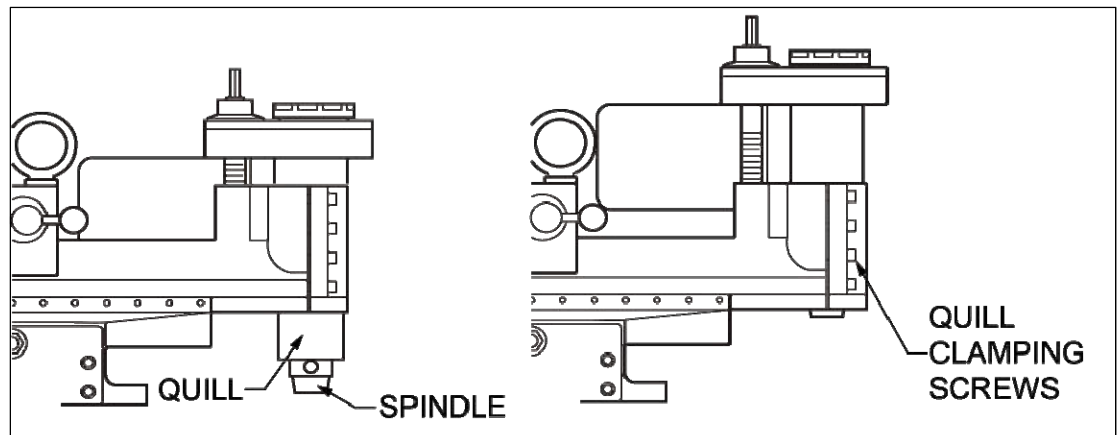

FIGURA 45 TORNILLOS WELDON DE SUJECIÓN DE LA PLUMA
4. Ajuste la tensión de los tornillos de sujeción, tal y como se muestra en la Figura 45, para sujetar firmemente la carcasa de la pluma, sin evitar que se desplace.